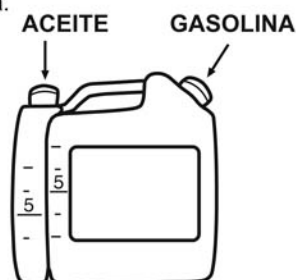

Fig. 9
- > La relación de mezcla recomendada es de 40:1 (Fig. 9).